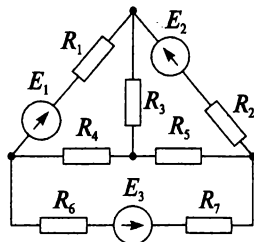

Рис. 3.41
7. Составьте систему уравнений для расчета цепи (рис. 3.41) по методу узловых и контурных уравнений.
Метод контурных токов требует меньшего числа уравнений по сравнению с методом узловых и контурных уравнений, что значительно облегчает вычисления. Например, для определения токов в цепи, представленной на рис. 3.41, по методу узловых и контурных уравнений необходимо составить шесть уравнений, а по методу контурных токов — только три уравнения.
7. Составьте систему уравнений для расчета цепи (см. рис. 3.41) по методу контурных токов.